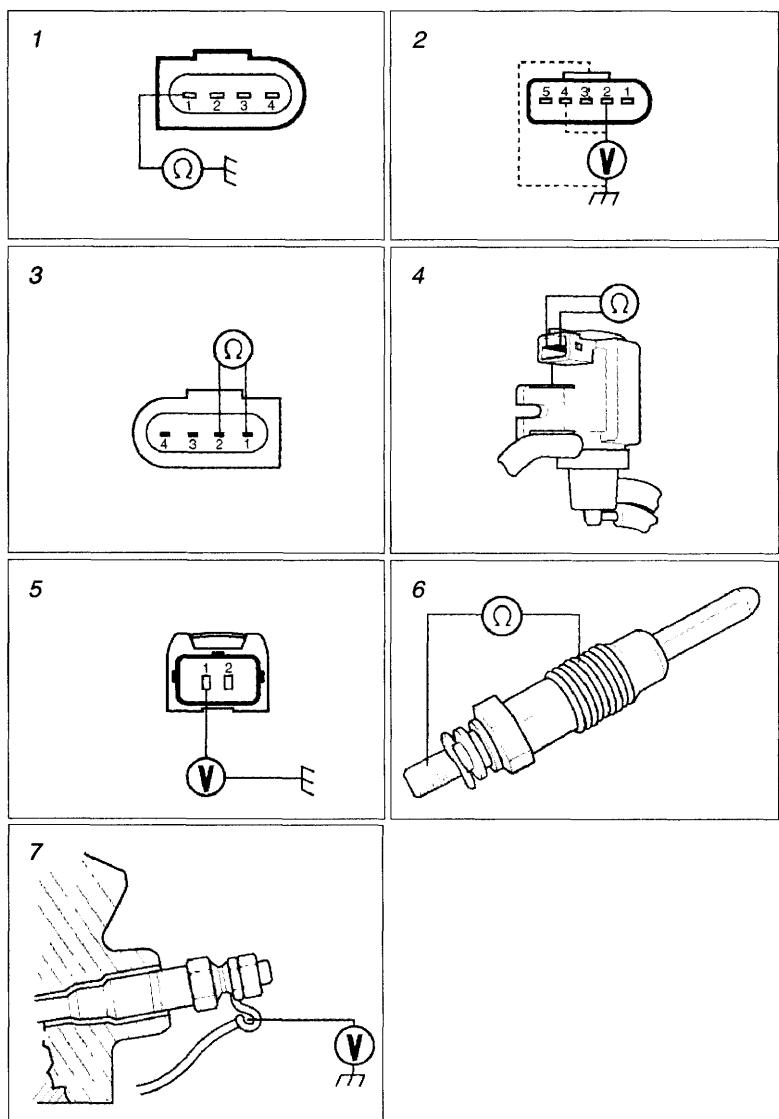

Рис. 8. Впускная система
– проверить наличие «земли» на контакте «1» разъема датчика (см. рис. 8/1);
– подключить разъем датчика MAF на место и включить зажигание. На контакте «4» должно быть около 5 В, на контакте «5» – около 0,28 В (см. рис. 8/2);
Этот датчик (IAT) встроен в корпус датчика MAP. Для его проверки необходимо отсоединить разъем датчика IAT и, сымитировав изменение температуры воздуха, проверить соответствие показаний датчика таблице 4 (см. рис. 8/3);
- отсоединить разъем клапана ТС, и при включенном зажигании проверить наличие «+12 В» на контакте «1» разъема жгута. В противном случае проверить предохранитель F1, реле K46, замок зажигания и соответствующие соединения (см. рис. 8/5);
- измерить сопротивление обмотки клапана: его величина – 14...20 Ом (см. рис. 8/4).
- выкрутить свечи накаливания и проверить их внутреннее сопротивление (см. рис. 8/6); его величина – около 0,4 Ом;
- установить свечи на место, отсоединить контакт датчика охлаждающей жидкости (ECT) для имитации низкой температуры и, включив зажигание, проверить вольтметром время предпускового подогрева: на шине свечей около 20 с должно поддерживаться напряжение 9...12 В (см. рис. 8/7). В противном случае проверить предохранители F1, F6, реле K22, K46, замок зажигания и соответствующие соединения, при необходимости вернуться к проверке ЕСУД.